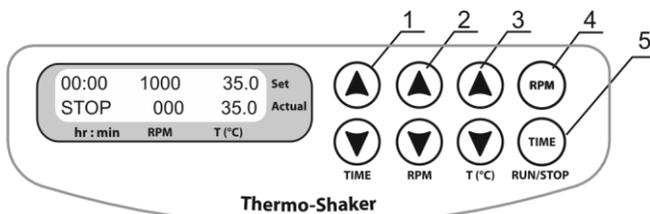
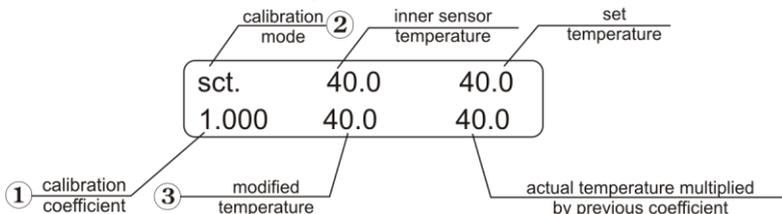

Fig.3 Panneau de configuration
Fig. 5 Panneau de configuration en mode de calibrage
- 4.3. **Réglage de la durée (TIME).** Utilisez les touches **TIME ▲** et **▼** (Fig. 3/1) pour programmer l'intervalle de durée de travail souhaitée en heures et en minutes (intervalle d'incrémentations de 1 min). Appuyez sur la touche pendant plus de 3 secondes pour augmenter l'incrémentations.
- 4.4. **Réglage de la vitesse (TPM).** À l'aide des touches **RPM ▲** et **▼** (Fig. 3/2), programmez la vitesse requise (intervalle d'incrémentations 10 tpm.). Appuyez sur la touche pendant plus de 3 secondes pour augmenter l'incrémentations.
- 4.5. **Réglage de la température (T (°C)).** Utilisez les touches **T (°C) ▲** et **▼** (Fig. 3/3) pour régler la température nécessaire (intervalle d'incrémentations de 0,1 °C). Appuyez sur la touche pendant plus de 3 secondes pour augmenter l'incrémentations.
- 4.7. Appuyez sur la touche **RPM-RUN/STOP** (Fig. 3/4). Le bloc thermostaté se mettra à tourner et l'indicateur du minuteur commencera à décompter l'intervalle de temps (précision de 1 minute).
- 4.10. Il est possible de redémarrer le minuteur en cours de fonctionnement, si nécessaire. Appuyez une fois sur la touche **TIME-RUN/STOP** (Fig. 3/5) pour arrêter le minuteur. Appuyez de nouveau sur la touche **TIME-RUN/STOP** pour redémarrez le minuteur.
Attention ! Une fois que la durée programmée s'est écoulée, le mouvement du bloc thermostaté s'arrête automatiquement. En revanche, le chauffage s'arrête uniquement manuellement en utilisant la ▼ touche **T (°C)** (Fig. 3/3 - touche du bas) pour diminuer la température jusqu'à ce que l'indication OFF apparaisse dans la ligne supérieure (Set) de l'écran.
- 5.2. Pour entrer le coefficient de calibrage, maintenez la touche **TIME-RUN/STOP** (Fig. 3/5) appuyée pendant plus de 8 s pour activer le mode de calibrage. Le coefficient de calibrage s'affichera sur l'écran (Fig. 5/1).
- 5.3. Entrez la valeur 1,000 en utilisant les touches ▲ et ▼ (Fig. 3/3) pour rétablir les paramètres d'usine conformément à la figure 5/1.
- 5.9. Maintenez enfoncée la touche **TIME-RUN/STOP** (Fig. 3/5) pendant plus de 8 secondes pour activer le mode de calibrage. Les paramètres suivants s'afficheront sur l'écran (Fig. 5) :
- 5.10. Utilisez les lectures de température avec coefficient multiplicateur pour déterminer la nouvelle valeur de température. En utilisant les touches **Temp.** « ▲ » et « ▼ » (Fig.3/3), modifiez le coefficient de calibrage (Fig.6A/1) pour que la nouvelle valeur de température (Fig.6A/2) corresponde à la température du capteur autonome. Prenons l'exemple d'un coefficient de calibrage de 0,974 (dans la plage : ente 0,936 et 1,063 ; intervalle d'incrémentation de 0,001).
- 5.11. Une fois le calibrage terminé, appuyez une fois sur la touche **RPM-RUN/STOP** (Fig. 3/4) pour sauvegarder les changements et sortir du mode de calibrage.